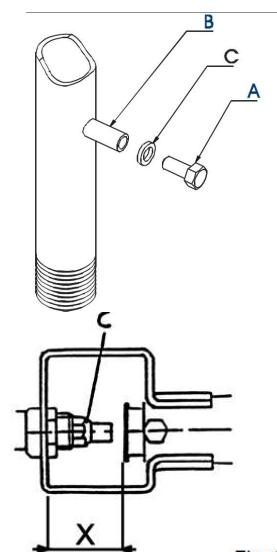

Fig. 3
4.2 Regolazione dell'aria primaria (Fig. 3)
Per cambiare l'iniettore "C" (Fig. 3) togliere, tirandolo, il pannello dei comandi; con una chiave da 12 svitare l'iniettore e sostituirlo secondo tabella 2.
- 4.2 Regulating the primary air (Fig. 3)